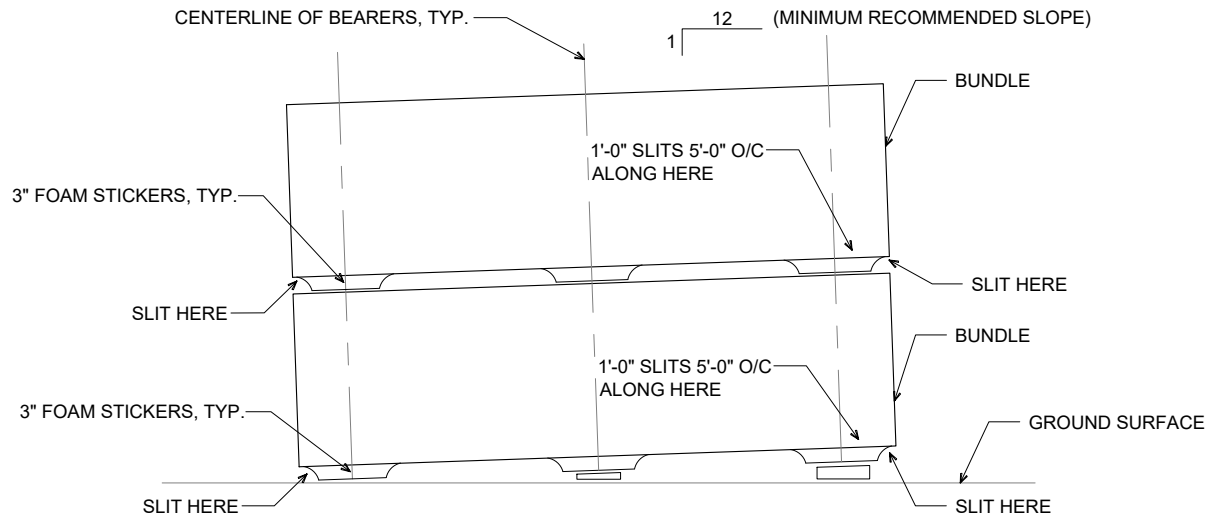

FIGURE 3
5.3 IF THE BUNDLES CANNOT BE STORED IN A COVERED LOCATION, IT IS NECESSARY TO CUT THE OUTSIDE PLASTIC WRAPPING AND ARRANGE THE BUNDLES SUCH THAT THEY ARE INCLINED AT A (MINIMUM) 1:12 SLOPE SUCH THAT WATER DOES NOT ACCUMULATE, AND MOISTURE BUILD UP BETWEEN PANELS IS AVOIDED. THE CONTINUOUS CUT SHOULD BE MADE ALONG THE WIDTH OF THE BUNDLE; CUT 1'-0" SLITS 5'-0" O/C ALONG THE LENGTH OF THE BUNDLE (SEE FIGURE 3, BELOW). DO NOT STORE FOR LONGER THAN 30 DAYS. MOISTURE BETWEEN PANELS CAN CAUSE CORROSION AND OXIDATION OF PAINTED SURFACES REFERRED TO AS "WET STACK".
5.4 BUNDLES SHOULD BE STACKED NO MORE THAN TWO HIGH. THE FOAM STICKERS FOR THE UPPER BUNDLE SHOULD BE LOCATED IN LINE WITH THE FOAM STICKERS FOR WITH THE LOWER BUNDLE (SEE FIGURE 3, BELOW).